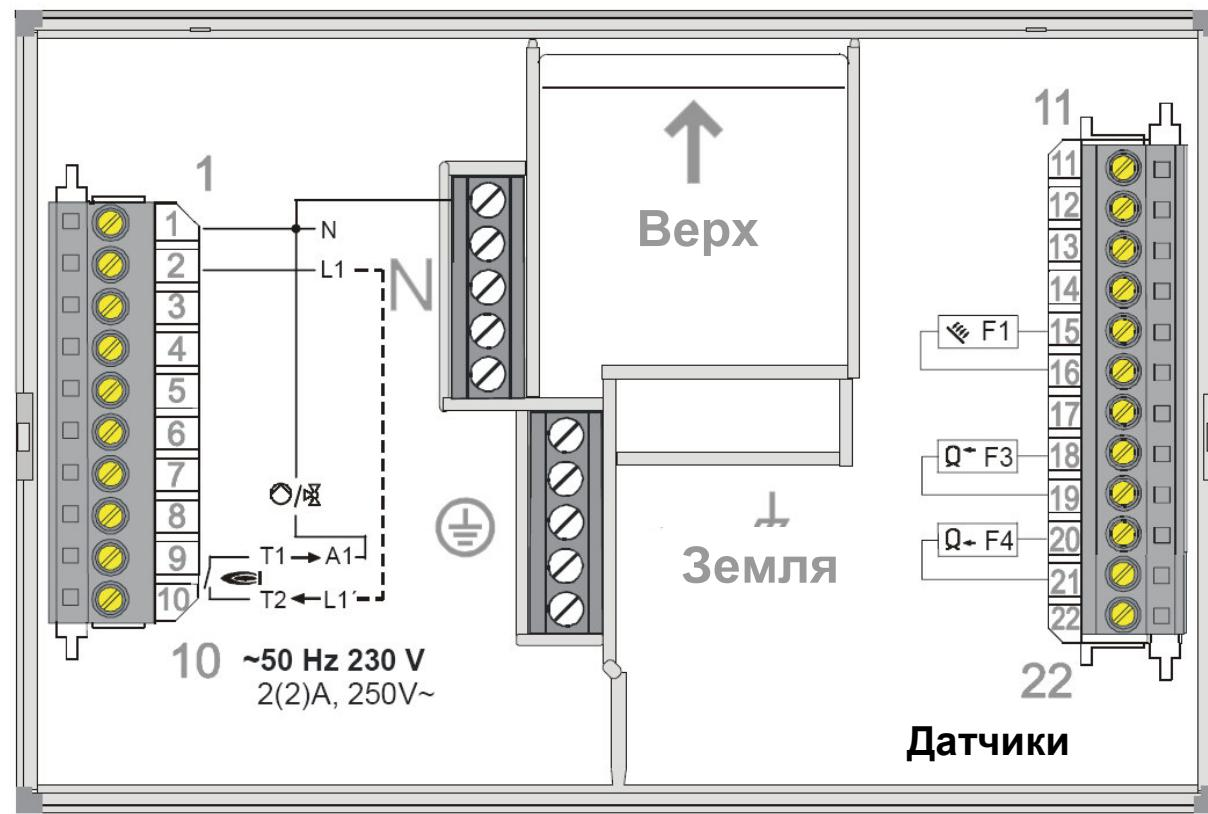

рис.3
**ВНИМАНИЕ:** Для управления насосом коллектора необходимо установить перемычку L1-L1` (контакты 2-10) рис.3.
1. В качестве датчика температуры солнечного коллектора/твердотопливного котла (F1) используйте датчик KLF1000 (силиконовый кабель). Подключение - контакты 15-16 (рис.3).
2. В качестве нижнего датчика температуры емкостного накопителя (F4) используйте датчик PT1000 (серый кабель). Подключение - контакты 20-21 (рис.3).
3. Датчик температуры в верхней части емкостного накопителя (F3) используется как опция. Подключение - контакты 18-19 (рис.3).